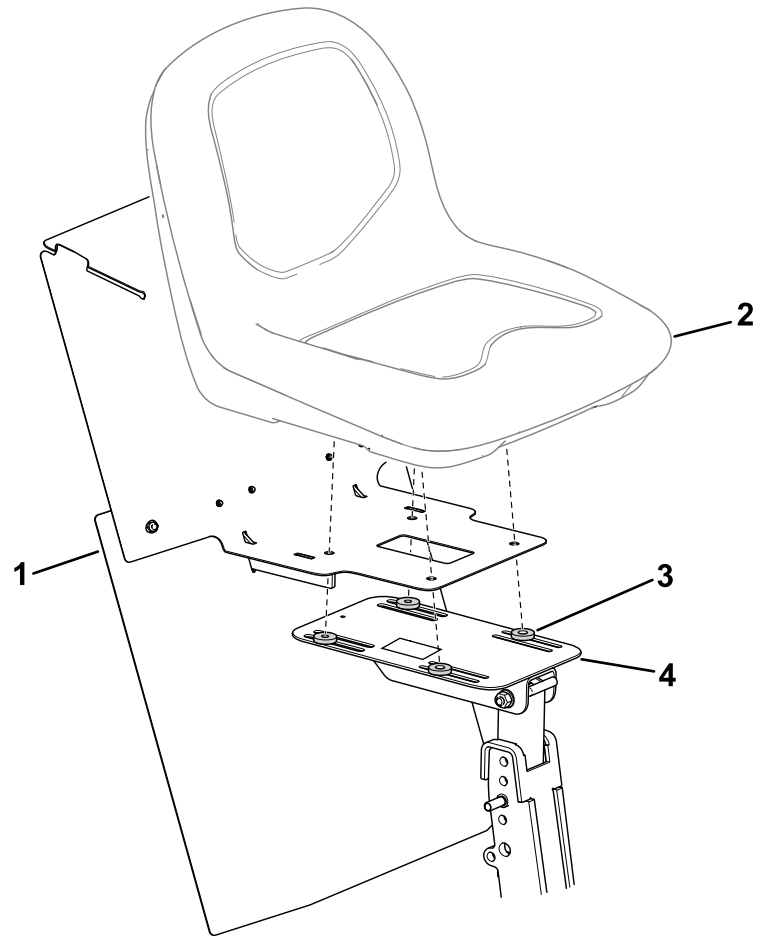

Figure 17
3. Placez les entretoises, le pare-chaleur et le siège sur le socle (Figure 17).